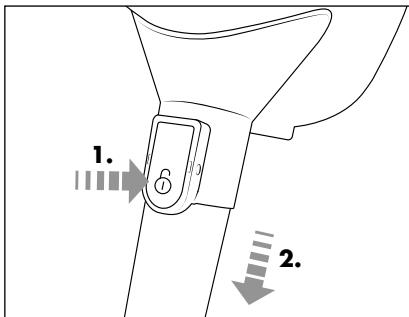

Abb. 6
- Um das Teleskopsaugrohr 10 vom Gerät zu entfernen, halten Sie die Entriegelungstaste 17 gedrückt. Ziehen Sie dann das Teleskopsaugrohr 16 von der Saugöffnung des Gerätes ab (siehe Abb. 6).